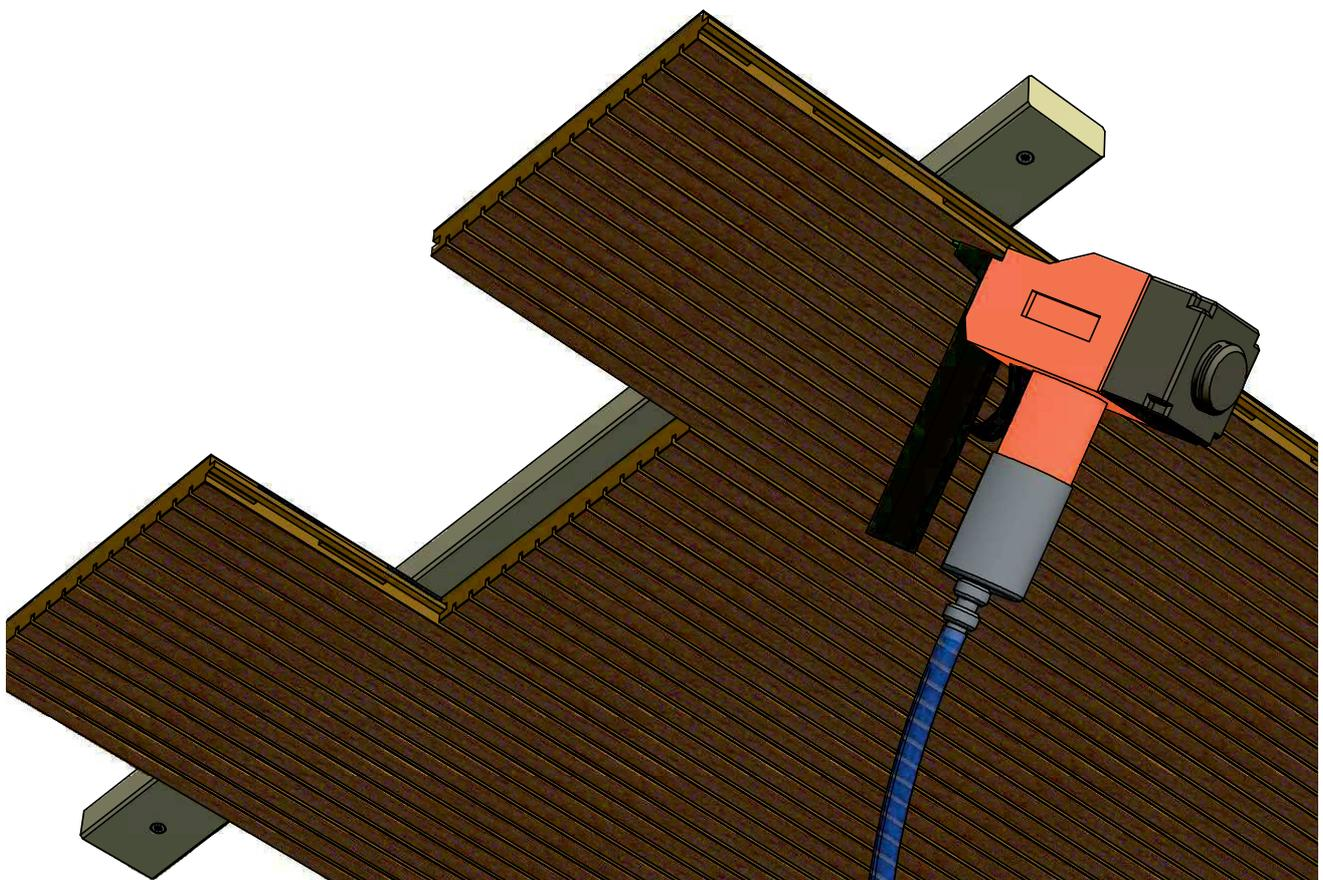

Bild 1: Befestigung mit spezial Druckluftnagler
- Die BER Holz-F Akustikplatten werden mit dem spezial Druckluftnagler (*Bild 1*) mit entsprechenden Befestigungsklammern auf der Holzunterkonstruktion befestigt.